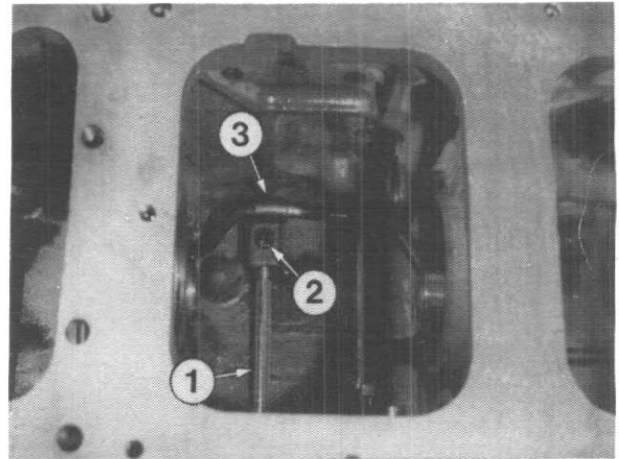
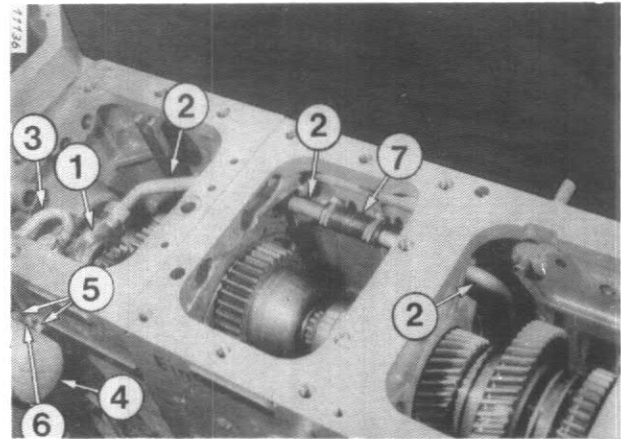

Figure 159
Figure 163
Veillez à monter la crépine (1) Figure 159 avant la conduite d'aspiration (2) Figure 163 car cette dernière est supportée par la crépine.
- 1 - Pompe hydraulique (16)
- 2 - Canalisation d'aspiration (22)
- 3 - Canalisation d'alimentation au filtre (18)
- 4 - Filtre (19)
Vérifiez le jeu du pignon de pompe et réglez-le si nécessaire. Appliquez de la "Molykote" ou du "Lubriplate" sur la partie de centrage des boulons (5) de pompe (Figure 163) et après serrage, bloquez-les avec la plaquette de verrouillage. Serrez les attaches des tuyauteries. Montez le tuyau diffuseur (4) entre le pignon de gamme arrière (7) et le levier de verrouillage (2).